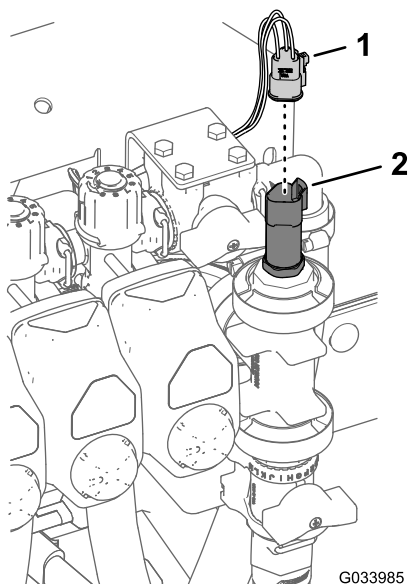

Рисунок 19
3. Установите кронштейн регулирующего клапана на крепление коллектора (Рисунок 19) с помощью 4 болтов с фланцевыми головками (6 x 16 мм) и 4 фланцевых контргаек (6 мм); затяните болты с моментом от 10 до 12 Н·м.
5. Подсоедините 3-гнездовой соединитель датчика давления (Рисунок 19).